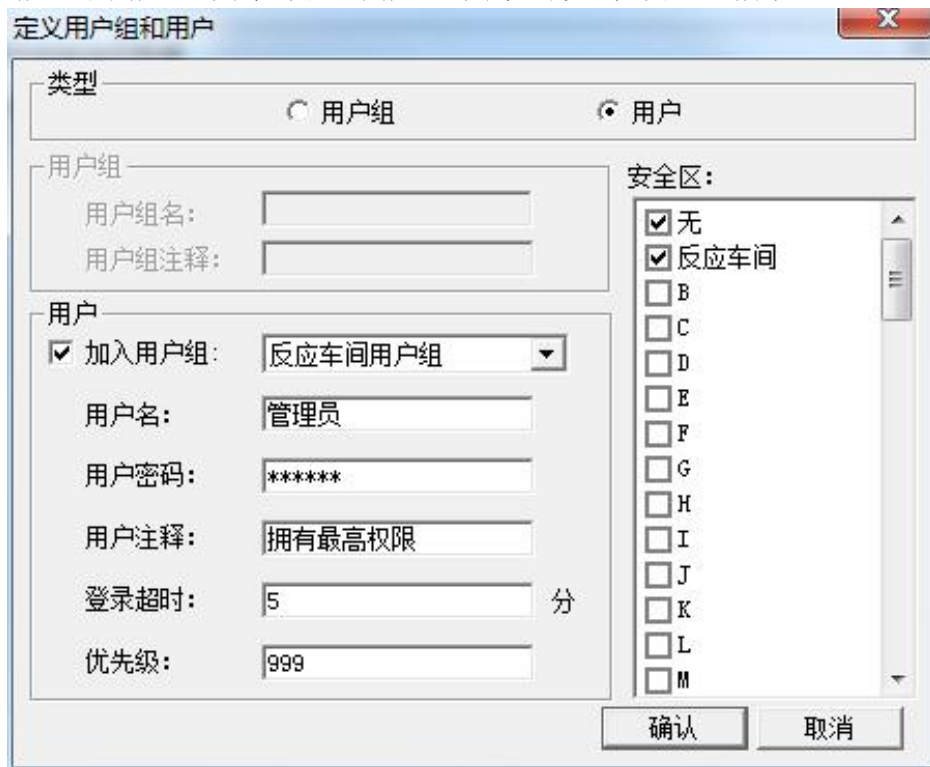

图 10-4 定义用户对话框
3、单击“确认”按钮关闭对话框，回到“用户和安全区配置”对话框后再次单击“新建”按钮，在弹出的“定义用户组和用户”对话框中配置用户，对话框的设置如图 10-4 所示。